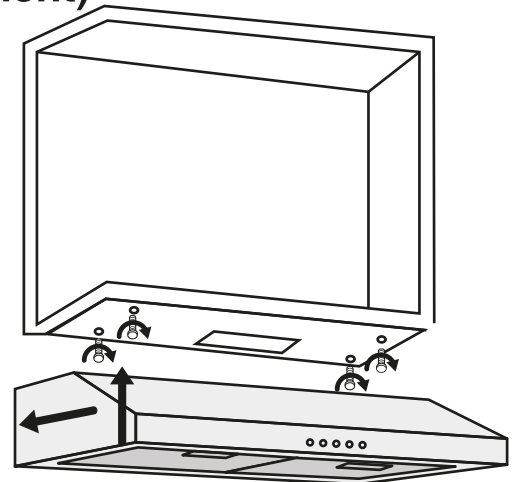

Figure 10
- En utilisant les mesures fournies à la page 9, mesurez et percez 4 trous dans le fond de l'armoire (voir figure 10).
- Alignez la hotte aux trous dans le bas de l'armoire et vissez (voir figure 10).